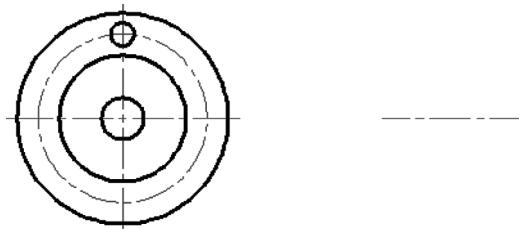

图 8-29 绘制 4 个圆
5) 在主视图(左边的视图)中绘制若干个圆。单击“圆: 圆心, 半径”按钮  来绘制图 8-29 所示的 4 个圆, 这 4 个圆的半径从大到小分别为 50、30、10 和 5.5。